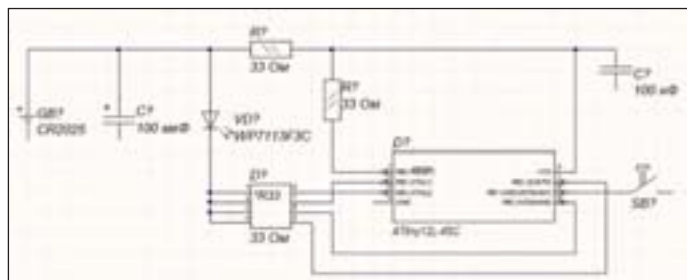

Рис. 42. Окончательный вид схемы со связями
7. Аналогичным образом прорисуйте все остальные связи схемы (рис. 42).